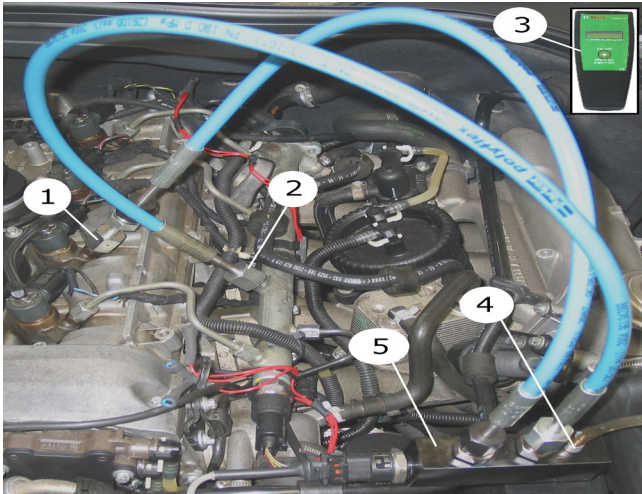

Fig. 16: Esempio di collegamento prova comparativa con il sensore di pressione rail (il motore funziona con tutti i cilindri)
! Per motivi di sicurezza nel rilevatore di pressione (fig. 16, pos. 5) è montata una valvola di limitazione della pressione, che limita la pressione a 180 MPa. Collegare assolutamente entrambi i tubi flessibili sul raccordo (fig. 16, pos. 4) del rilevatore di pressione e condurli in un serbatoio di raccolta adatto per carburante diesel.
3. Collegare il primo tubo flessibile da 180 MPa (fig. 16, pos. 2) con il corrispondente adattatore di collegamento, angolo, dado e anello di pressione (filettatura sinistrorsa) al rail e al rilevatore di pressione (fig. 16, pos. 5).
4. Collegare il secondo tubo flessibile da 180 MPa (fig. 16, pos. 1) con il corrispondente adattatore di collegamento, angolo, dado e anello di pressione (filettatura sinistrorsa) all'iniettore e al rilevatore di pressione (fig. 16, pos. 5).
6. Collegare il cavo di collegamento al manometro digitale (fig. 16, pos. 3) e al sensore di pressione rail del modulo di pressione (fig. 16, pos. 5).